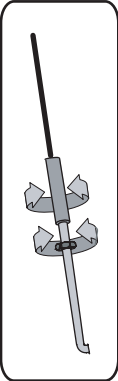

Figure 5-4
- Basculez la souffluse vers l'avant pour la poser sur l'habillage des tarières. Voir la Figure 5-4.